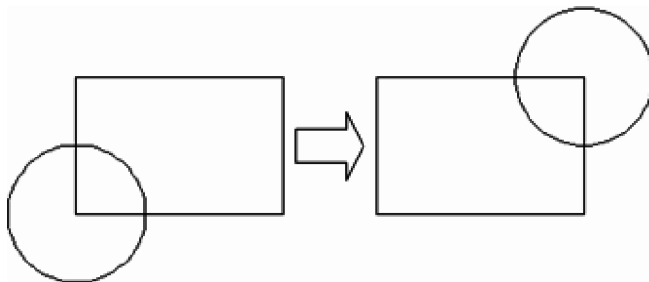

Fig. 12.17 Modificarea proprietăților obiectului
12. Pe ecranul AutoCAD se observă că a fost mutat cercul – vezi Fig. 12.17.